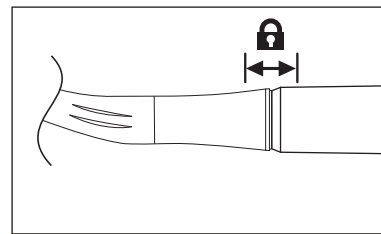

図3
- 取り付け後はハンドピースを押し引きして接続されていることを確認します。（図3）